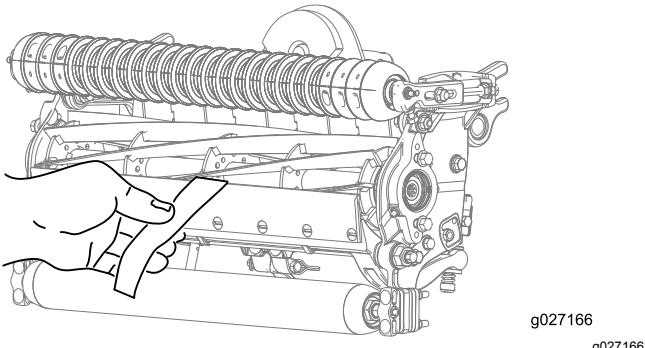

Bild 11
12. Testen Sie die Schnittleistung, indem Sie einen langen Streifen des Toro Schnittleistungspapiers senkrecht zum Untermesser zwischen die Spindel und das Untermesser legen (Bild 11).